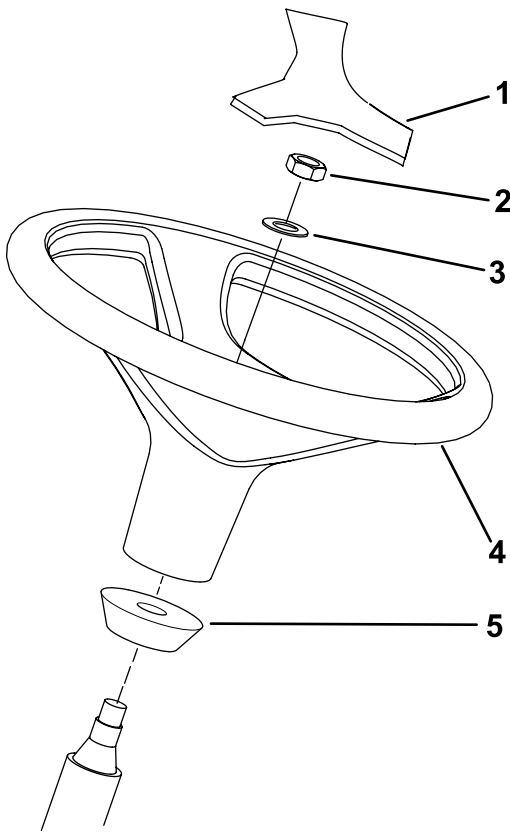

Bild 14
- 1. Nehmen Sie das Lenkrad von der Versandpalette ab (Bild 14).
**Hinweis:** Stellen Sie sicher, dass der Schaumkragen auf der Lenkwelle verbleibt (Bild 14).
- Ziehen Sie das Lenkrad und die Scheibe auf die Lenkwelle auf (Bild 14).
- Befestigen Sie die Abdeckung am Lenkrad (Bild 14).